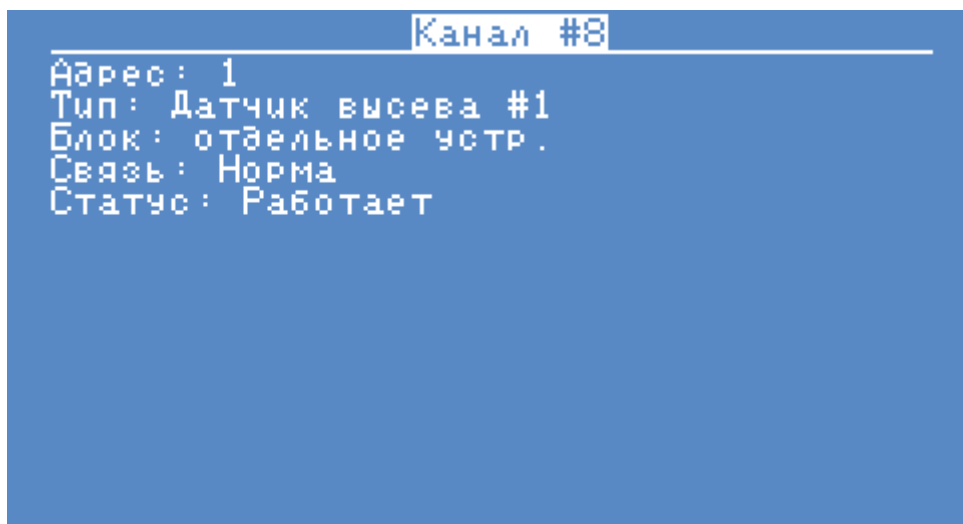

Рисунок 5 Состояние датчиков
- **Экран состояния датчиков, см. «Рисунок 5».**
На «Рисунок 5» изображен экран состояния датчиков. Экран содержит пять полей значений: